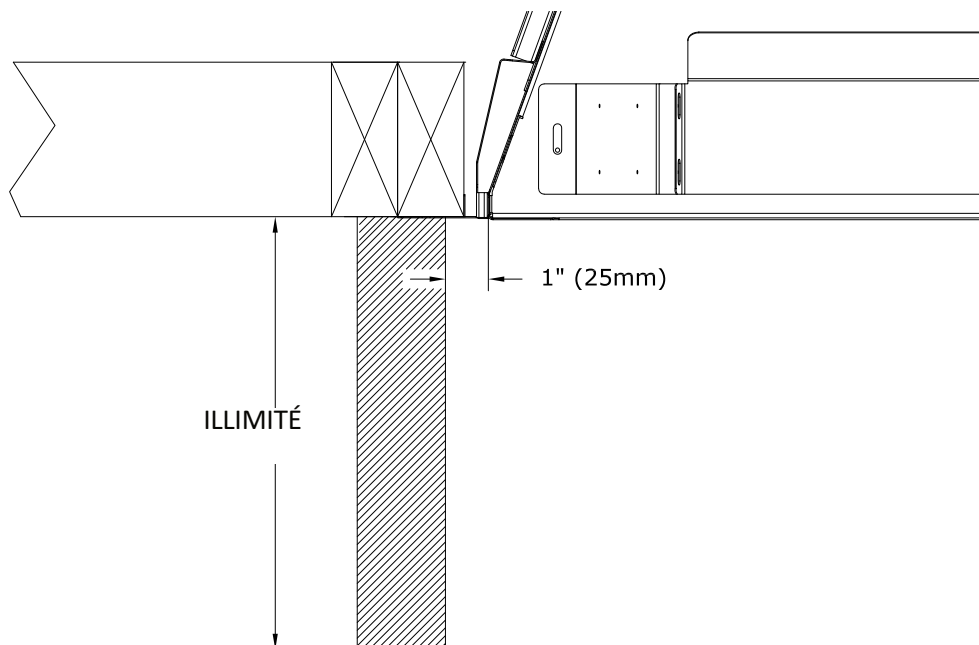

Figure 5.4 - Projection d'un mur latéral combustible
- Montants (piédroits) du manteau : Voir la FIGURE 5.4 et le paragraphe ci-dessous «Dégagements aux murs latéraux combustibles».
- Dégagements aux murs latéraux combustibles : Le dégagement minimum des côtés du foyer aux murs latéraux adjacents est de 1 po (25 mm) et à cette distance, ces murs latéraux peuvent être de longueur illimitée. Même exigence pour les montants (piédroits) du manteau du foyer. Voir FIGURE 5.4.